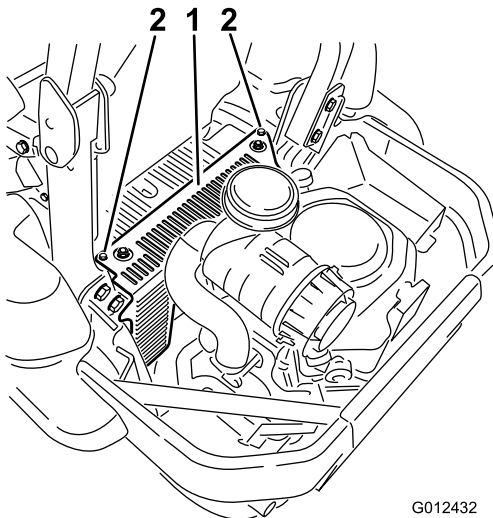

Bild 58
3. Entfernen Sie die zwei Schrauben, mit denen die Haube der Hydraulikanlage befestigt ist (Bild 58).
5. Setzen Sie die Haube der Hydraulikanlage auf (Bild 58).